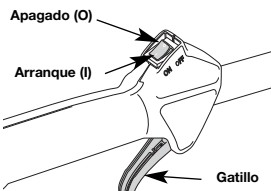

Fig. 11
- Oprima y mantenga oprimido el control de encendido y apagado en la posición de APAGADO (O) hasta que el motor se detenga por completo (Fig. 11).